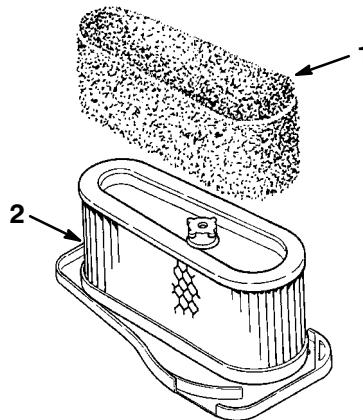

Figure 23
4. Glissez délicatement l'élément en mousse hors de l'élément en papier (Fig. 23).
- Glissez délicatement l'élément en mousse sur l'élément en papier (Fig. 23).